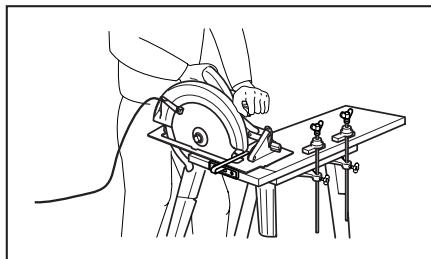

Fig. 4 Una ilustración típica del correcto apoyo de las manos, apoyo de la pieza de trabajo, y tendido del cable de alimentación.
**ADVERTENCIA:** Es muy importante apoyar debidamente la pieza de trabajo y sujetar firmemente la sierra para evitar la pérdida de control que podría ocasionarle heridas personales. La Fig. 4 muestra el apoyo típico para la sierra.